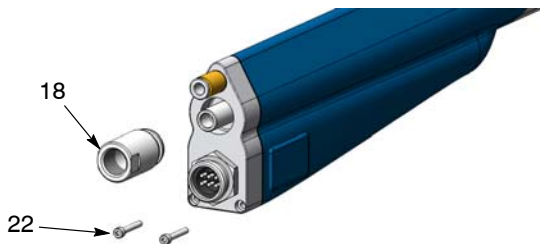
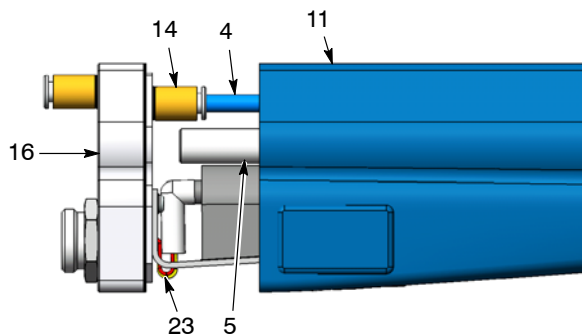

Bild 36 Demontering av skruvar för kylfläns och låshylsa
Bild 37 Demontering av kylfläns från pistolhuset
5. Se bild 36. Skruva ur de två skruvarna (22) med en 2.5 mm insexnyckel, skruva därefter av låshylsan (18) från pulverröret.
6. Se bild 37. Drag ut kylflänsen (16) från pistolhuset (11) och koppla loss luftslangen (4) från kopplingen (14).
- Se bild 37. Anslut luftslangen (4) till den inre anslutningen (14).
- Tryck upp kylflänsen (16) mot pistolhuset medan man styr pulverröret (5) genom kylflänsen. Kontrollera att kablaget (23) inte kläms mellan pistolhuset och kylflänsen.
- Se bild 36. Skruva fast låshylsan (18) på pulverröret och drag åt den ordentligt. Överdrag den inte eftersom man då kan förvrida plastgångorna på pulverröret.
- Sätt i de två insexskruvarna (22) i kylflänsen och drag åt dem ordentligt.